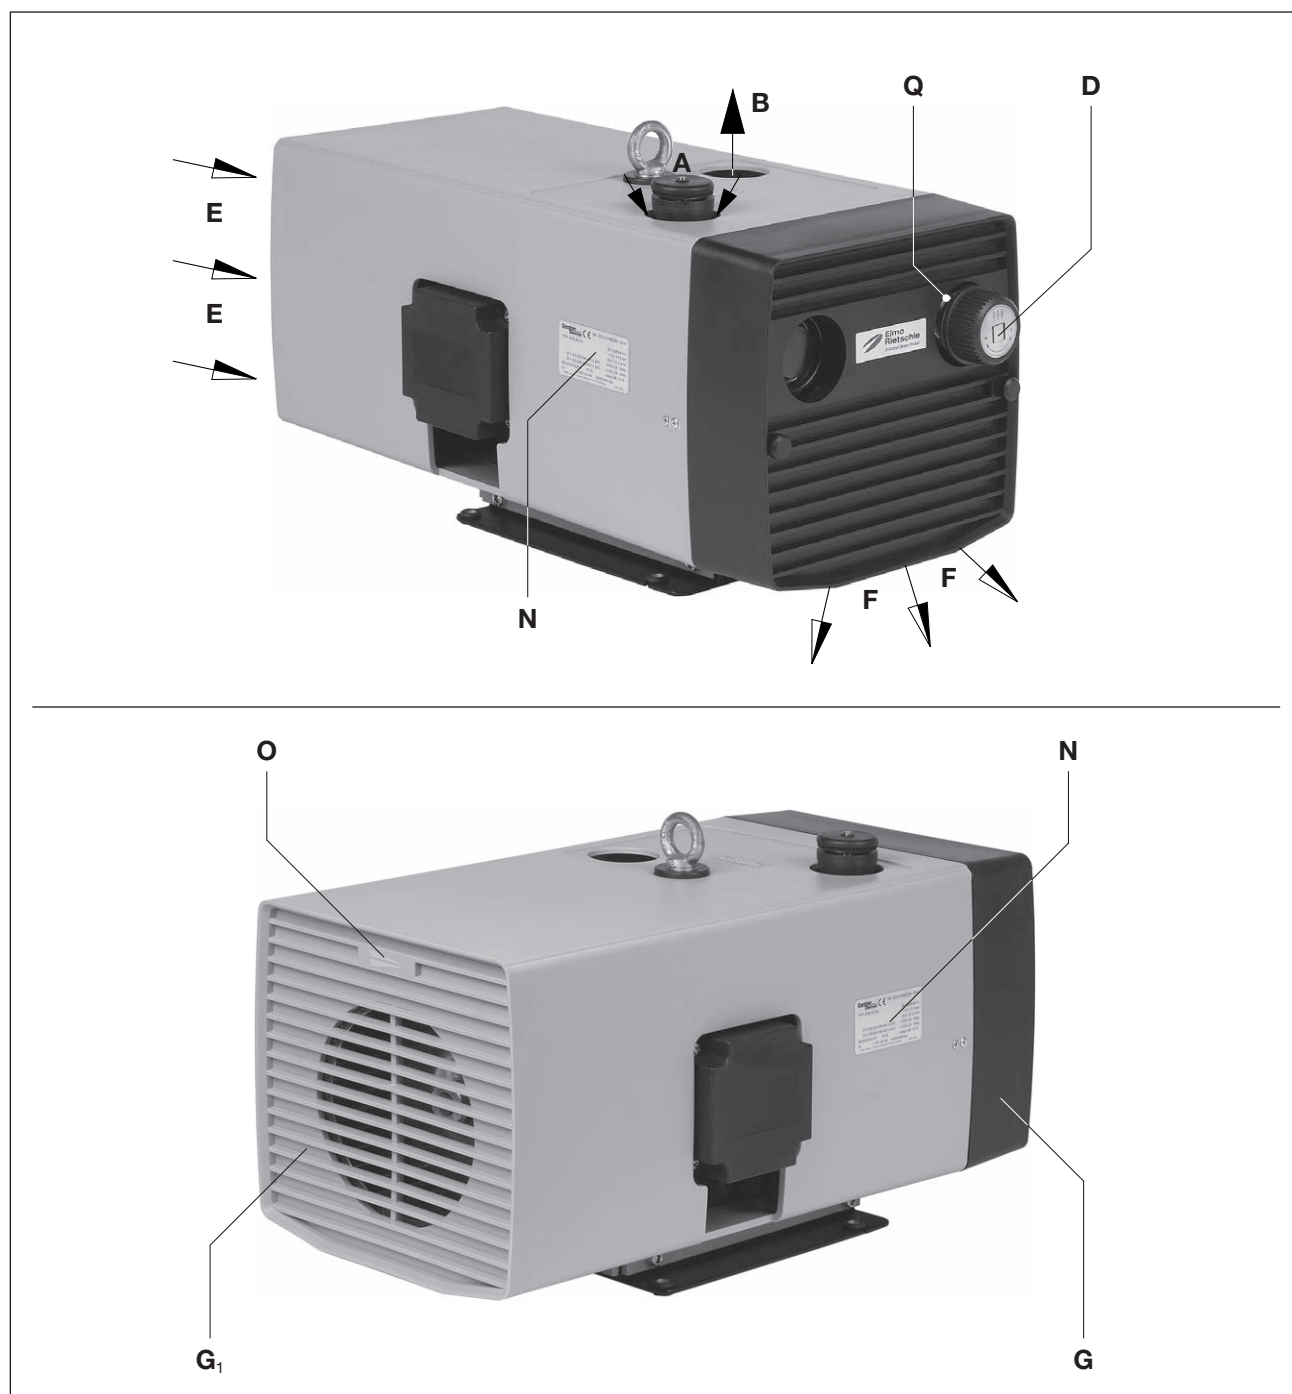

Fig. 2 Compresseur V-DTN
Le moteur et le compresseur partagent le même arbre. La valve de réglage (fig. 2/D) permet le réglage de la pression sur les valeurs (plafonnées) désirées.
Les compresseurs à palettes fonctionnant à sec des types V-DTN 16 à V-DTN 41 sont conçus pour produire une surpression allant de 0 à la valeur limite indiquée sur l'étiquette caractéristique (fig. 2/N) (bar). La marche continue est autorisée.
Le démontage de la grille de refoulement (fig. 2/G) et de la grille d'aspiration (fig. 2/G₁) aux fins de maintenance nécessite un dégagement d'au moins 30 cm. Il convient également de veiller à ce que les entrées d'air de refroidissement (fig. 2/E) et les sorties d'air de refroidissement (fig. 2/F) soient au moins à 10 cm de la paroi voisine (l'air de refroidissement refoulé ne doit pas être réaspiré).
- a) Raccord de refoulement à (fig. 2/B).
Les plages de surpression se règlent au moyen de la valve de réglage de la pression (fig. 2/D) selon le symbole placé sur le bouton.
- a) Les données électriques du moteur sont indiquées sur la plaque signalétique de l'appareil (fig. 2/N) ou sur celle du moteur. Les moteurs sont conformes à la norme DIN EN 60034 et ils sont exécutés dans la classe de protection IP 55 et la classe d'isolation F. Le schéma de raccordement se trouve dans la boîte à bornes du moteur (ceci ne concerne pas les exécutions avec prise). Vérifier que les données électriques du moteur sont bien compatibles avec le réseau (type de courant, tension, fréquence, intensité admissible).
- ▷ Le sens de rotation préconisé de l'arbre d'entraînement est indiqué par la flèche d'indication du sens de rotation (fig. 2/O).